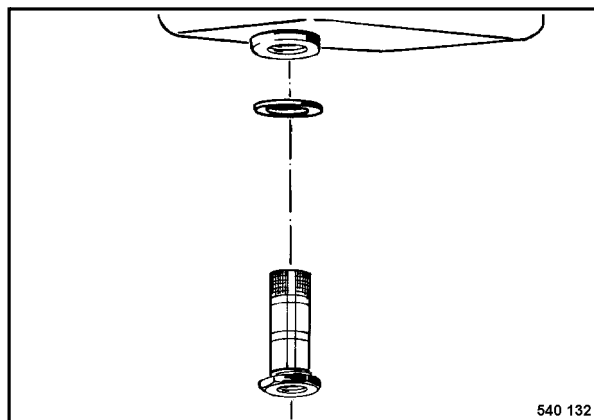

Fig. 2
- Desenroscar el filtro tamiz (Fig. 2) y limpiarlo en gasolina de lavado.